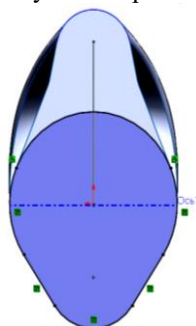

Рис.29. Побудова ескізу на плоскій поверхні
14. Створюємо на цій площині ескіз, використовуючи інструмент *Перетворення об'єктів*. Додаємо до вибраних кромок дугу через 3 точки. Дуга має бути дотичною до сполучених кромок (Рис.29).